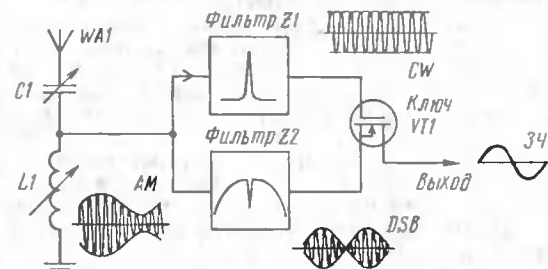
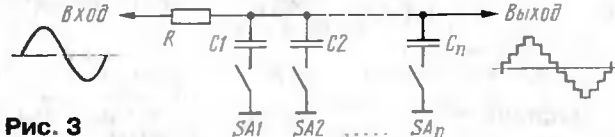

Рис. 2
Рис. 3
В идеальном случае надо бы разделить принятый сигнал двумя фильтрами: одним — очень узкополосным, выделяющим только несущую из спектра сигнала, другим — полосовым, с режекцией несущей, выделяющим только частоты боковых полос (**рис. 2**). Когда из антенного контура на фильтры поступит АМ сигнал (осциллограммы показаны на **рис. 3**), первый фильтр выделит немодулированные колебания несущей (CW), а второй — балансно-модулированный сигнал боковых полос без несущей (DSB). Фаза последнего совпадает с фазой несущей при положительной полуволне ЗЧ и меняется на обратную при отрицательной. Несущая, выделенная фильтром Z1, управляет ключом, и на его входе появляются положительные импульсы тока при положительной полуволне ЗЧ и отрицательные — при отрицательной. В телефоны потечет ток звуковой частоты без постоянной составляющей.
Столь узкополосные фильтры нельзя сделать на обычных колебательных контурах, но они имеются — это синхронные фильтры на коммутируемых конденсаторах. Суть их работы сводится к следующему: к цепи переменного тока (**рис. 3**) периодически и поочередно подключают конденсаторы. Если моменты подключения каждого конденсатора попадают всегда в одну и ту же точку синусоиды, то конденсатор зарядится до соответствующего напряжения и перестанет потреблять ток. На всей системе конденсаторов выделится ступенчатое напряжение, аппроксимирующее входное синусоидальное. Если же частота коммутации не совпадает с частотой входного сигнала, на конденсаторы будет поступать каждый раз разное напряжение, конденсаторы не зарядятся и на выходе сигнала не будет.